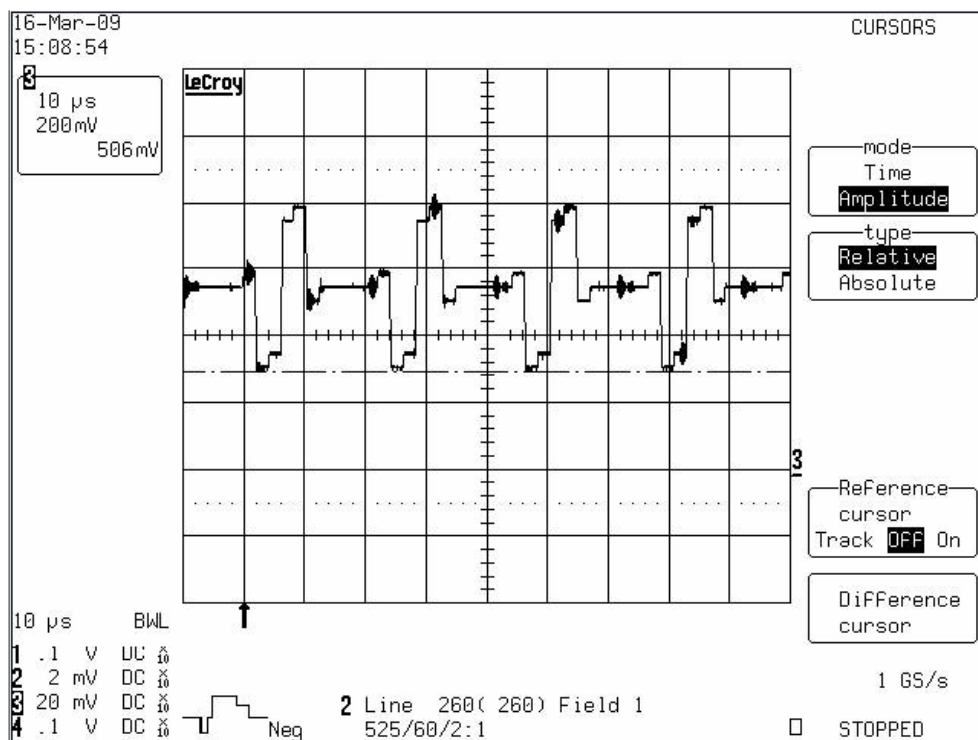

图25
7、频率为1KHz的伴音信号输入，主芯片N39第80，81 脚处波形（工厂TV 白场信号下测试）如图25所示：